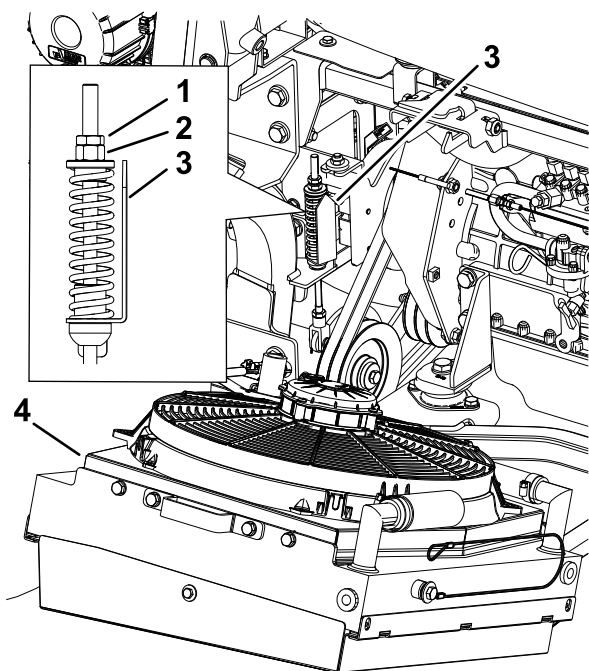

Figure 77
5. Au besoin, tournez l'écrou du tendeur de la poulie de tension jusqu'à ce que la flèche d'indication de tension soit alignée sur la surface extérieure de la rondelle (Figure 77).
8. Amenez la poulie de tension vers le haut et retirez les courroies de la machine (Figure 77).
1. Placez les courroies de PDF sur les poulies (Figure 77).